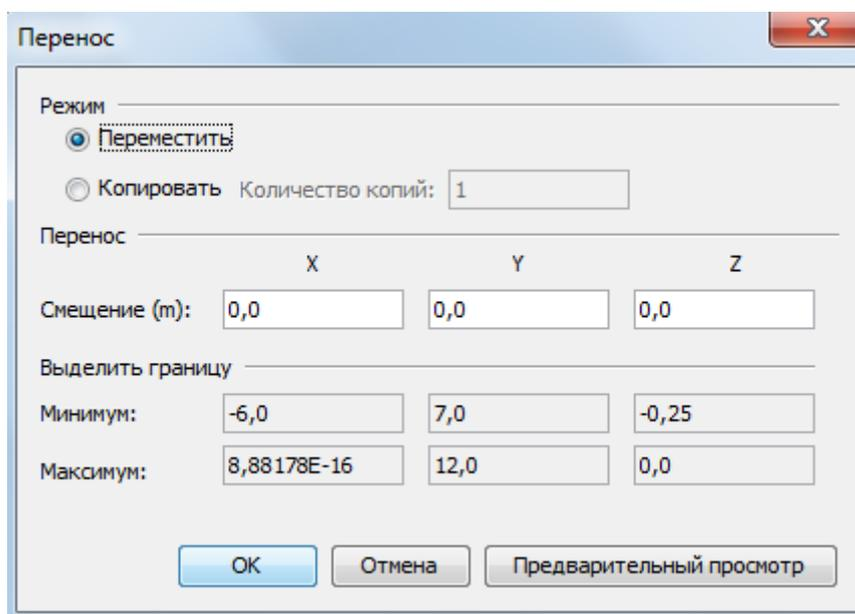

Рисунок 11-1 Диалоговое окно перемещения
3. Откроется окно перемещения, как показано на рисунке Рисунок 11-1.